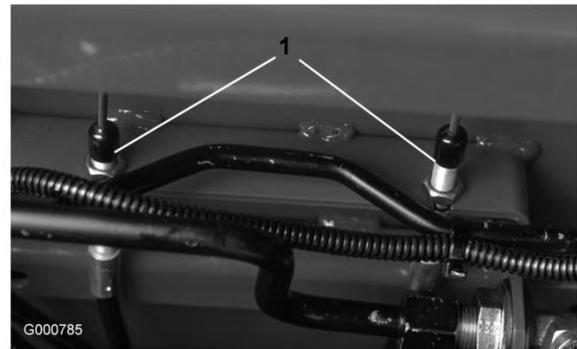

Figure 62
2. Pour réduire la garde aux pédales de frein, serrez les freins en desserrant l'écrou avant sur l'extrémité fileté du câble de frein (Figure 62). Serrez ensuite l'écrou arrière pour ramener le câble en arrière pour obtenir une garde aux pédales de frein de 1,25 à 2,5 cm. Resserrez les écrous avant une fois que les freins sont réglés correctement.